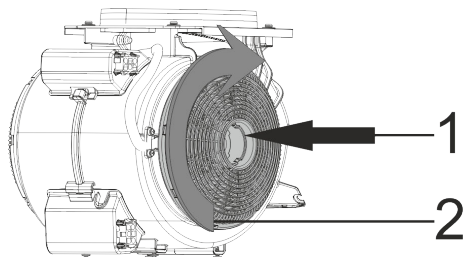

Fig. 6: KUL10 & KUL13
- Montera kolfiltrena på motorns sidor (Fig. 6).
- Vrid fast dem ordentligt medurs så att de låses fast (Fig. 6).